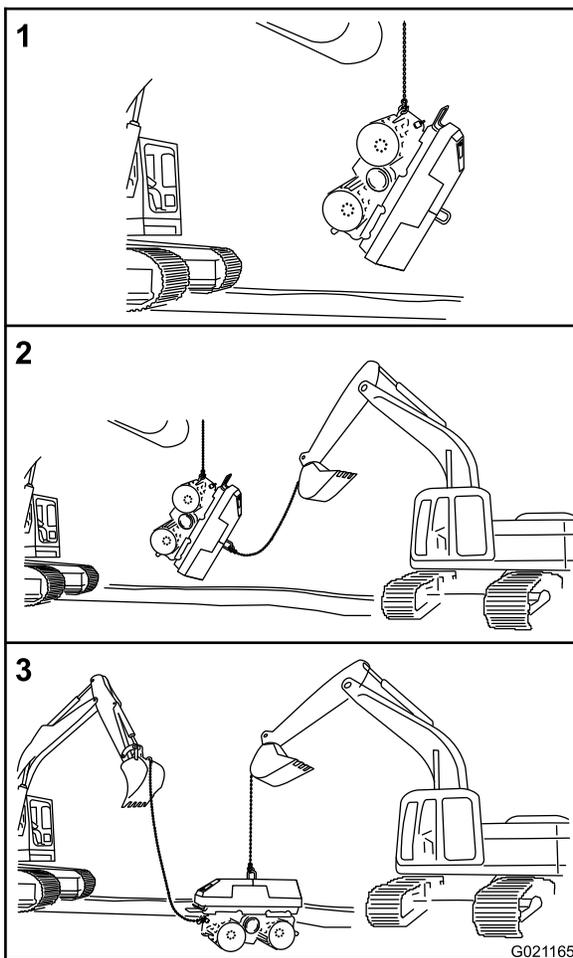

Figura 46
- A. Sujete el primer equipo de elevación al anillo de amarre delantero o trasero (Figura 46).
- B. Eleve lentamente el equipo de elevación para girar la máquina a la posición vertical (Figura 46).
- C. Conecte el segundo equipo de elevación a la argolla de elevación (Figura 46); consulte Izado de la máquina (página 30).
- D. Transfiera el peso de la máquina del primer equipo de elevación al segundo (Figura 46).
- 3. Baje la máquina y desconecte los equipos de elevación (Figura 46).